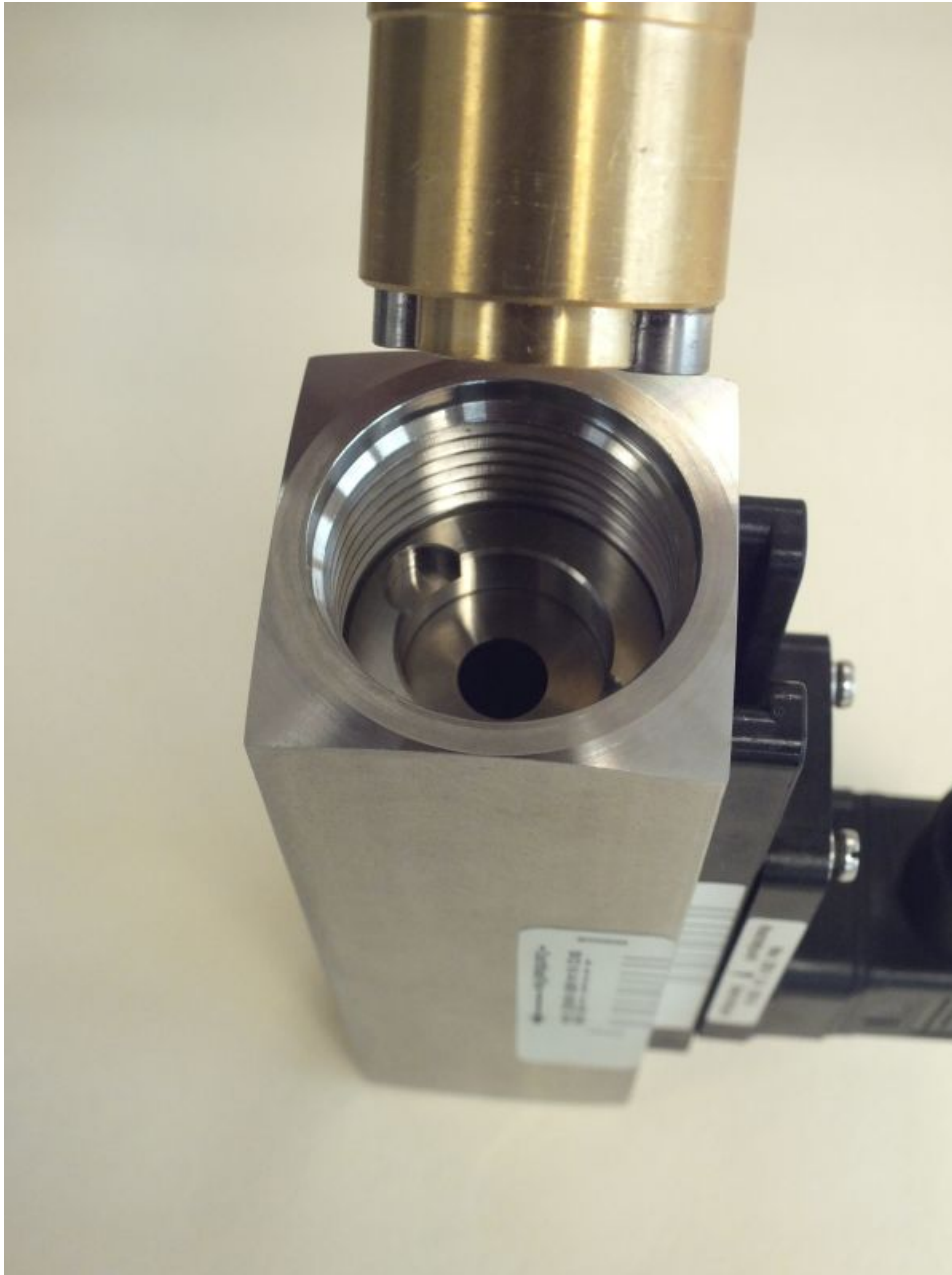

Abb. 50: Eindrehwerkzeug Gewinding DKME-1 (Eingang) einführen
- 10.** Das Eindrehwerkzeug-Gewinding DKME-1 (Eingang) in den Geräteeingang einführen (*Abb. 50*) und drehen bis es in den Gewinding einrastet